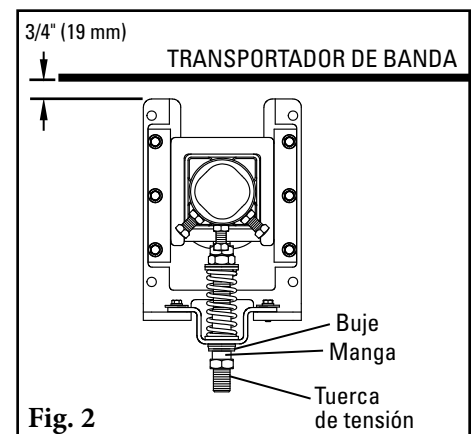

Fig. 2
5. **Reemplace la manga.** Coloque la manga sobre la barra de ajuste y gírela hasta que llegue a la mitad del buje. Reemplace la tuerca de tensión inferior y apriete hasta que bloquee la manga en su lugar (Fig. 2).
2. **Desensamble la bolsa de aire y la placa de montaje superior.** Quite y reserve la tuerca del buje. Quite y deseche la placa de montaje superior. Quite (desatornille) y reserve la bolsa de aire, el accesorio roscado y placa de soporte (Fig. 2). **Opcional:** quite los bujes guía. No afecta el tensor si los deja en su lugar.